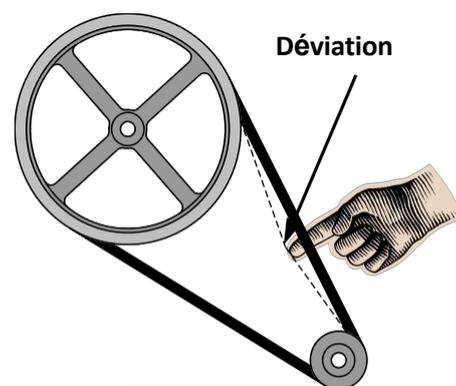

figure 33
4. Poussez le centre de chaque courroie comme indiqué sur la figure 33. Lorsqu'elle est correctement tendue, la déflexion doit être d'environ 0,75" (19 mm).